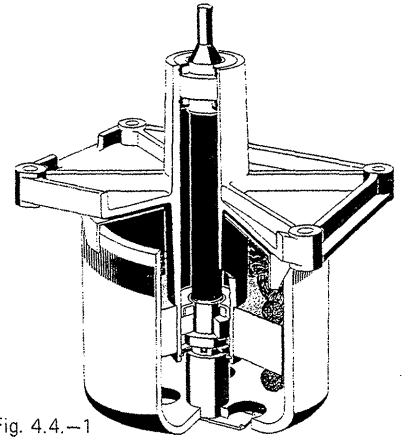

Fig. 4.4.-1
Ton-Wellensicherung A vorsichtig seitlich abziehen. Hohe mechanische Vorspannung (Fig. 4.4.-1). Rotor des Tonmotors nach unten ausfahren.
4.4. Capstan Motor (fig. 4.4.-1)
- Use special angled pliers to pull shaft lock A towards one side (fig. 4.4.-1). Proceed with caution, because the shaft lock is under high spring tension and will tend to fly off with force. Remove rotor by pulling it off the shaft.
4.4. Moteur de cabestan (fig. 4.4.-1)
- Retirez prudemment l'arrêt de sécurité A par le côté; attention à la détente (fig. 4.4.-1). Retirez le rotor du moteur de cabestan par le bas.